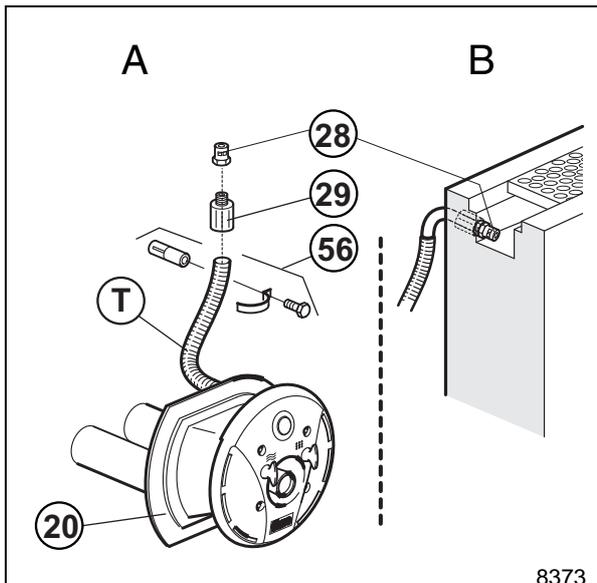

Рис. 23
Подключите обратный воздушный клапан (28) и конец воздушного шланга (29) к воздушному шлангу (Т). Прогрейте воздушный шланг (Т) вплоть до подключения. Закрепите с зажимом воздухопроводов (52). Закрепите обратный воздушный клапан (28) к крепежному хомуту (56) к стене бассейна. В случае переполнения уровня земли, место обратного воздушного клапана (28) в канале, см. рис. 23, В.